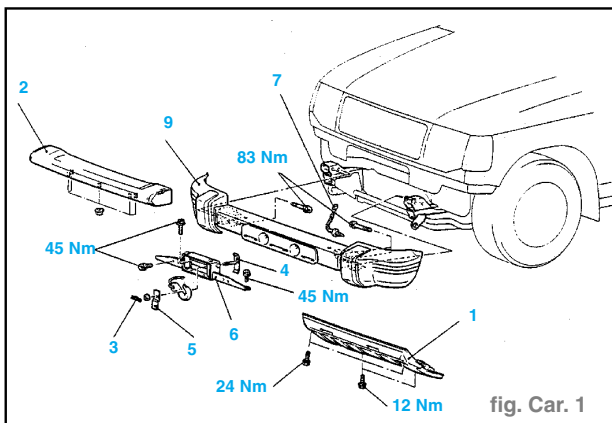

fig. Car. 1
**Véhicules construits jusqu'à avril 1991 (fig. Car. 1)**